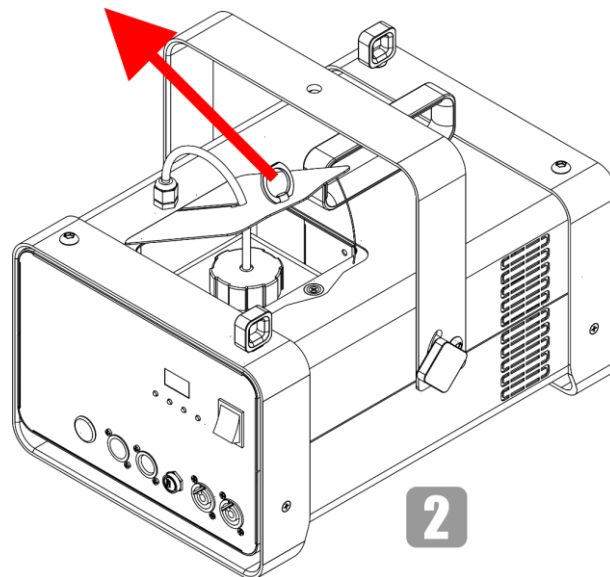

Abb. 22
- 02) Öffnen Sie den Servicedeckel (Abb. 22).